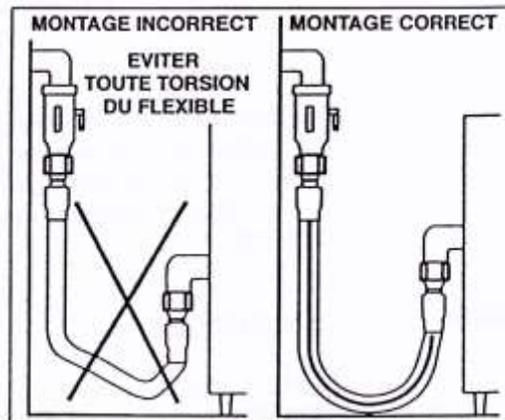

Figure 02
- Eviter les courbures, vibrations et torsions trop importantes en veillant au positionnement correct de la ligne de marquage (*voir fig. 02*).